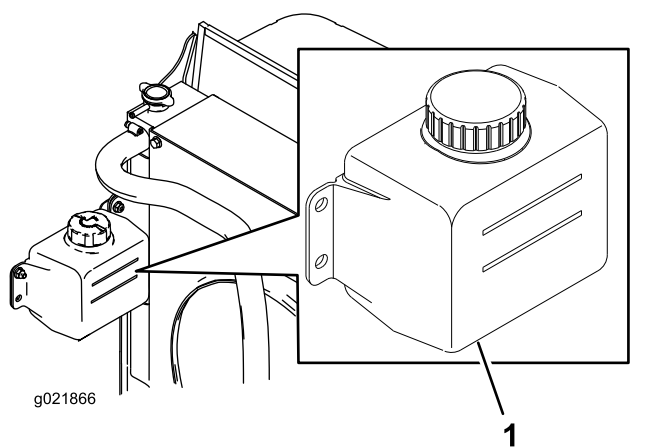

Figura 12
1. Controllate il livello di refrigerante nel serbatoio di espansione (Figura 12).